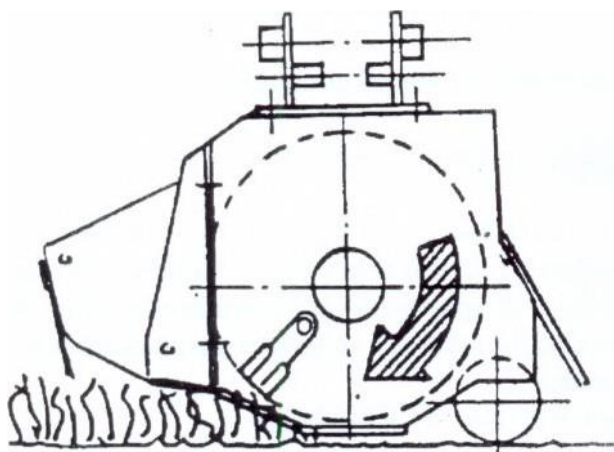

РИС. 34
- Чтобы отрезать траву, направление вращения показано на рис.34